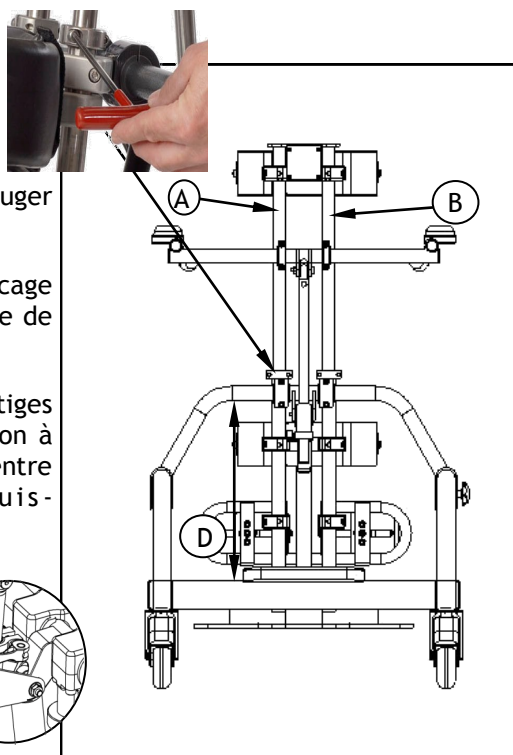

Figure 10 -Ajustement de la hauteur thoracique
Le verticalisateur LOKI offre plusieurs hauteurs thoraciques dépendamment de la grandeur choisie (petit, moyen ou grand). Pour chacune des grandeurs, un jeu de ± 10 pouces d'ajustement est possible. Pour effectuer le changement de la hauteur thoracique, il est important de suivre les étapes suivantes en lien avec la figure 10. Avant d'effectuer les étapes qui suivent, il est conseillé d'incliner le verticalisateur à l'horizontale. Cela facilitera l'ajustement de la hauteur thoracique.
8. Remettre le verticalisateur à la vertical à l'aide du contrôle de la tige de blocage. (figure 10)